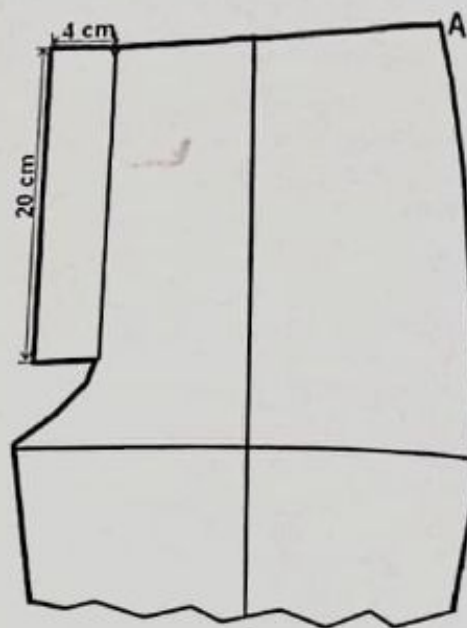

FIG. 1
**BRAGUETTE** : ajoutez sur le milieu devant un rectangle de 20 cm de long et 4 cm de large (fig.1) et découpez d'autre part un sous pont de la braguette qui forme un rectangle de 22 cm de long et de 10 cm de large (propreté intérieure).